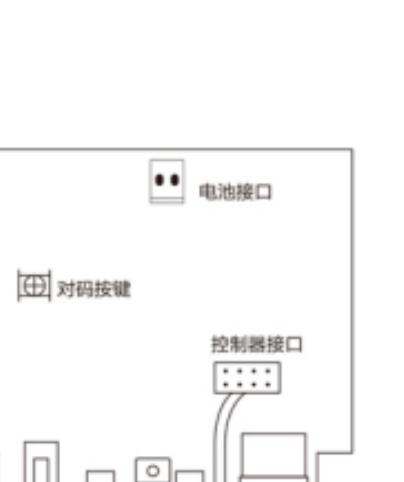

图1 地钩锁交流控制器KT5201AC接线图
- a. 交流型：将电机或控制器的电源线(如图1)插到地钩锁控制器侧面的五孔插座上，地钩锁控制器通上220V交流电，指示灯常亮。